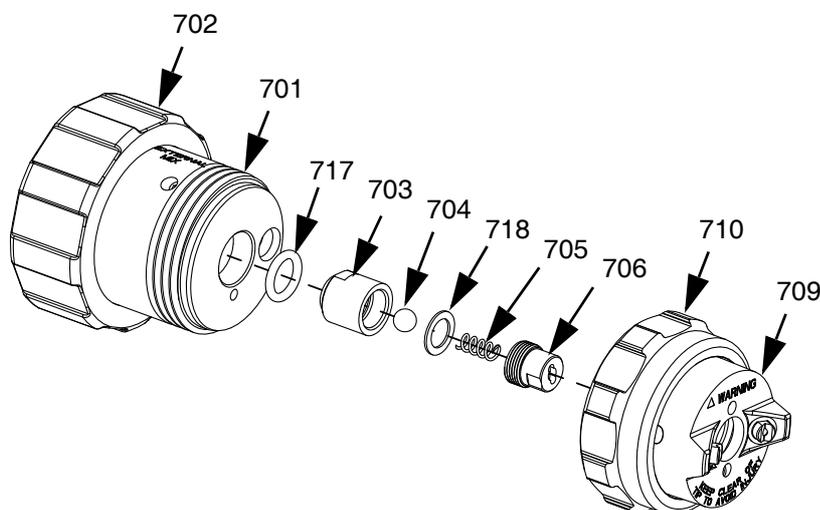

FIG. 19
2. Retire el anillo de retención (710) y el conjunto de la tapa de aire (709) del cabezal (701).
3. Desmonte el conjunto de la válvula de retención (703).
4. Utilice dos llaves en las caras planas del sello (703) y la tapa de la válvula de retención (706) para retirar la tapa. El resorte (705) y la bola (704) caerán cuando se retire la tapa.
5. Retire e inspeccione la junta tórica (717) y la arandela (718). Sustitúyala si está desgastada o dañada.
6. Lubrique la junta tórica y móntela en el conjunto de la válvula de retención (703).
7. Instale la arandela (718), bola (704) y resorte (705) en el sello de la válvula de retención (703), luego instale la tapa de la válvula de retención (706) en el asiento de la válvula de retención apretándola con la mano.
8. Utilice dos llaves en las caras planas del sello (703) y tapa de la válvula de retención (706) para apretar la tapa de la válvula de retención en el sello de la válvula de retención a 2,6-3,1 N•m (23-27 in-lb)
9. Instale el conjunto de la válvula de retención en la cabeza. Vea la FIG. 19 para la orientación del conjunto.
10. Instale el conjunto de cabezal de aire y apriete el anillo de retención (710).